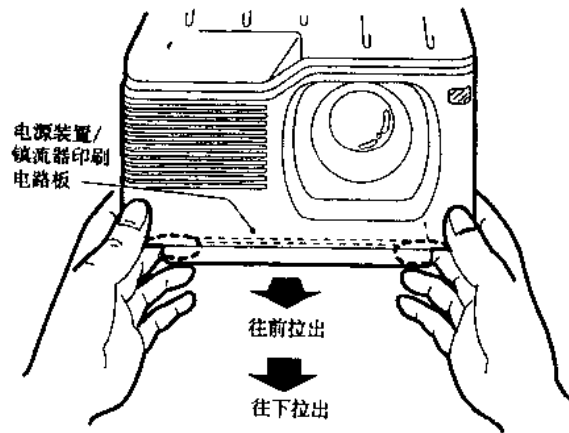

图 1-6(c)
- (2)再按步骤 2(4)中拆下的接线器装于前部/顶部机体〔如图 1-6(a)所示〕。
- (3)安装顶部机体,使投影灯侧的构件置于主电路印刷板与风扇导管之下。